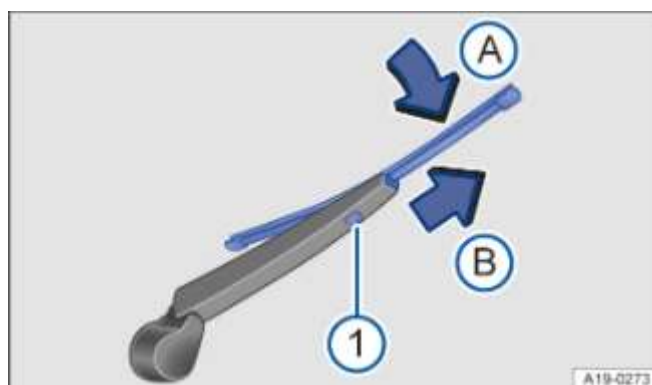

Fig. 166 Remplacement du balai d'essuie-glace arrière
- Maintenez enfoncée la touche de déverrouillage → Fig. 166 ①.
- Basculez le balai d'essuie-glace en direction du bras d'essuie-glace → Fig. 166 (flèche ①) et retirez-le en même temps dans le sens de la flèche ②. Il se peut que vous deviez pour cela exercer une force relativement importante.
- Insérez un balai d'essuie-glace neuf **de longueur et d'exécution identiques** sur le bras d'essuie-glace dans le sens inverse de la flèche jusqu'à ce qu'il s'encliquette → Fig. 166 (flèche ②). Lors de cette opération, le balai d'essuie-glace doit se trouver en position déployée → Fig. 166 (flèche ①).